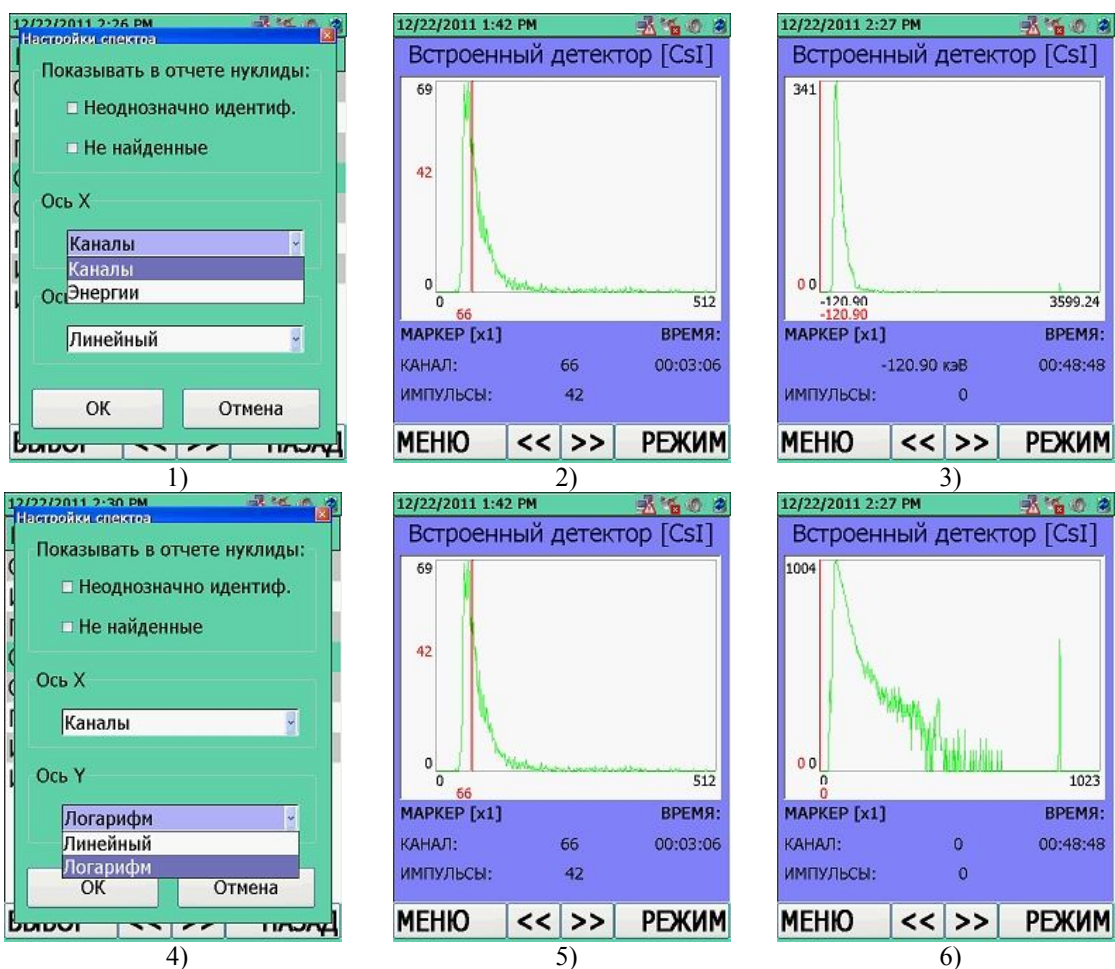

Рисунок 11.13
4) "**Опции**". Выбор формата отчета идентификации и графического отображения спектра на ЖКИ, рисунок 11.13. Выбор требуемой опции осуществляется при помощи кнопок джойстика ВВЕРХ/ВНИЗ. Открыть/включить/выключить/подтвердить выбор опции необходимо нажатием центральной кнопки джойстика ВВОД .
- **Ось X – Каналы\Энергии** – в окне выводится спектр с привязкой оси X к энергии или к каналу, рисунок 11.13 (1-3);
- **Ось Y – Линейный\Логарифм** – в окне выводится спектр в логарифмическом масштабе по оси Y, рисунок 11.13 (4-6);